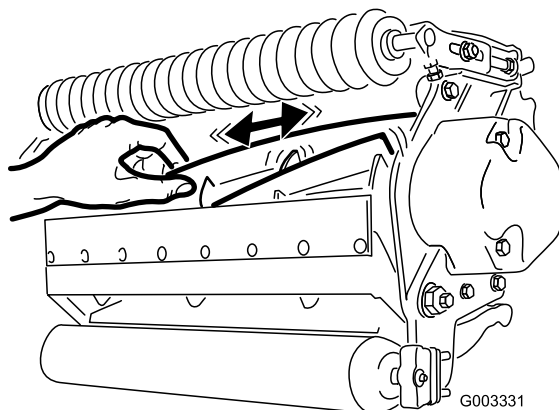

図 24
2. ボロ布を厚く巻くか丈夫なパッドのついた手袋をして、カッティングユニットの刃の部分をつかみ、リールを左右に揺すってガタがあるかどうかを調べる(図24)。